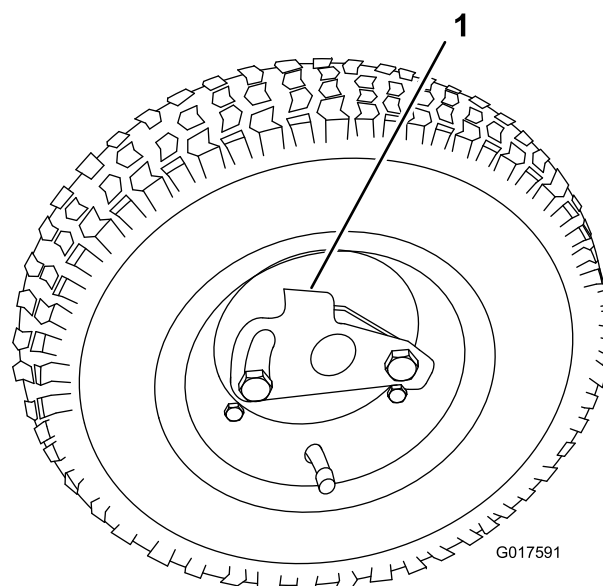

Figura 12
2. Premete la clip di bloccaggio verso il centro della ruota, e collocate quest'ultima sull'albero esagonale (Figura 12).